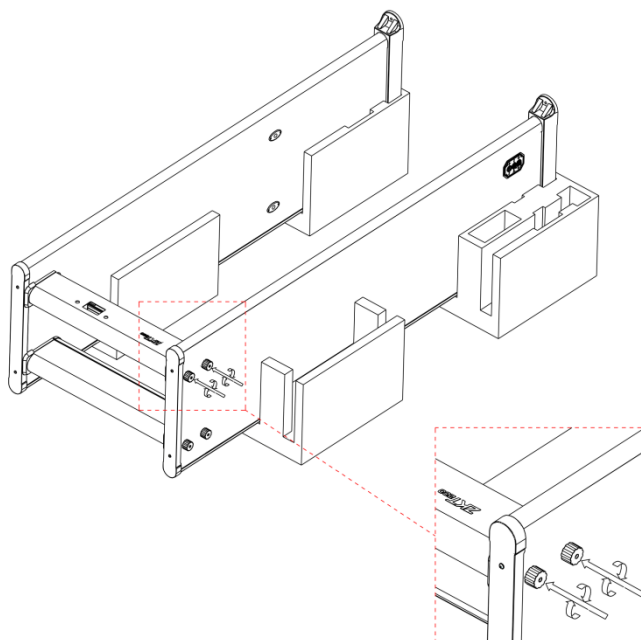

Рис. 3-5
**Этап 4:** соедините переднюю балку с левой и правой дверными панелями болтами и затяните 8 болтов, как показано на Рис. 3-5 ниже.